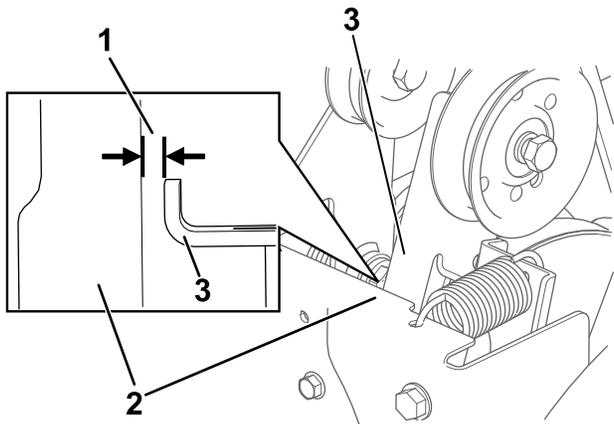

Рисунок 28
- При отпущенном рычаге шнека/крыльчатки убедитесь, что зазор между рычагом муфты шнека и рамой машины составляет 1,5 мм как показано на (Рисунок 28).